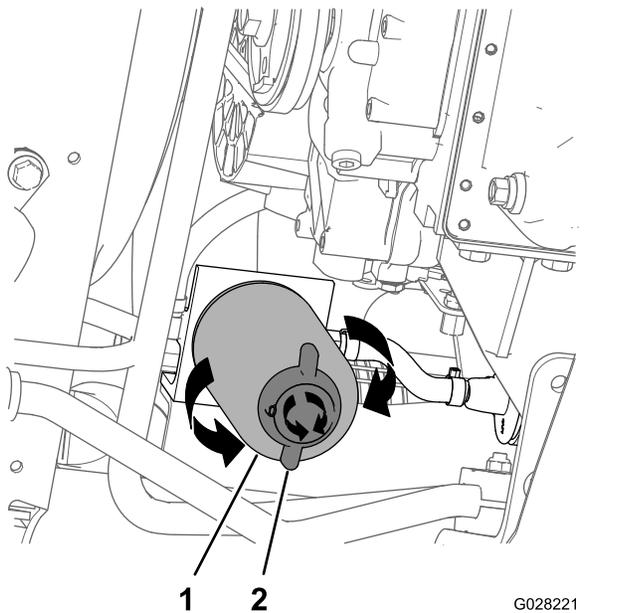

Figura 75
4. Allineate una bacinella di spurgo sotto il filtro del carburante; fate riferimento a Figura 75 nella sezione Sostituzione del filtro del separatore di condensa (pagina 62).
- Posizionate una bacinella di spurgo sotto il filtro del separatore di condensa (Figura 75).
- Ruotate la valvola di spurgo nella parte inferiore del filtro del separatore di condensa in senso antiorario (Figura 75).
- Pulite l'area attorno al filtro del separatore di condensa e il supporto dell'adattatore del filtro (Figura 75).
- Rimuovete il filtro del separatore di condensa (Figura 75).
- Assicuratevi che la valvola di spurgo nella parte inferiore del filtro del separatore di condensa sia ruotata saldamente in senso orario (Figura 75).